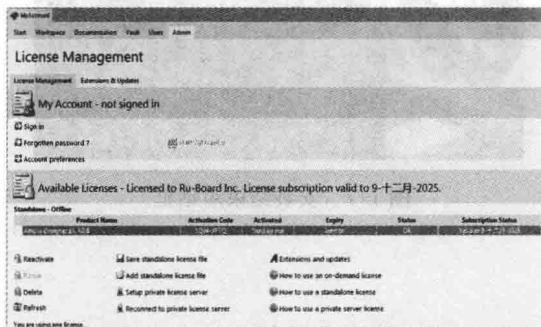

图 1-11 使用有效许可激活 Altium Designer
(4) 根据系统提示操作, 红色提示消失, 用户获得有效许可, 软件被激活, 如图 1-11 所示。